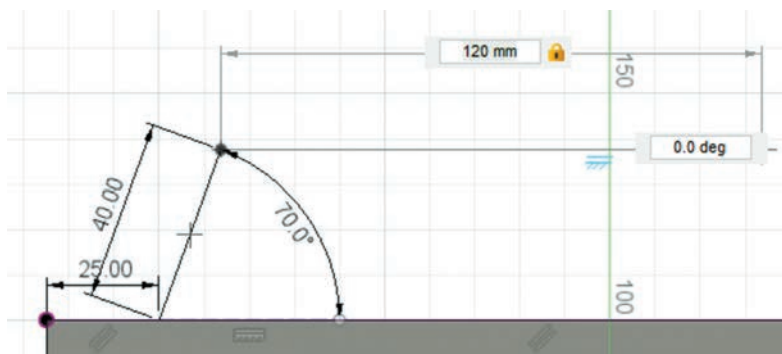

Рис. 56. Изображение второго отрезка «пути»
3.7. Далее изобразим горизонтальный отрезок длиной **120 мм** (рис. 56).